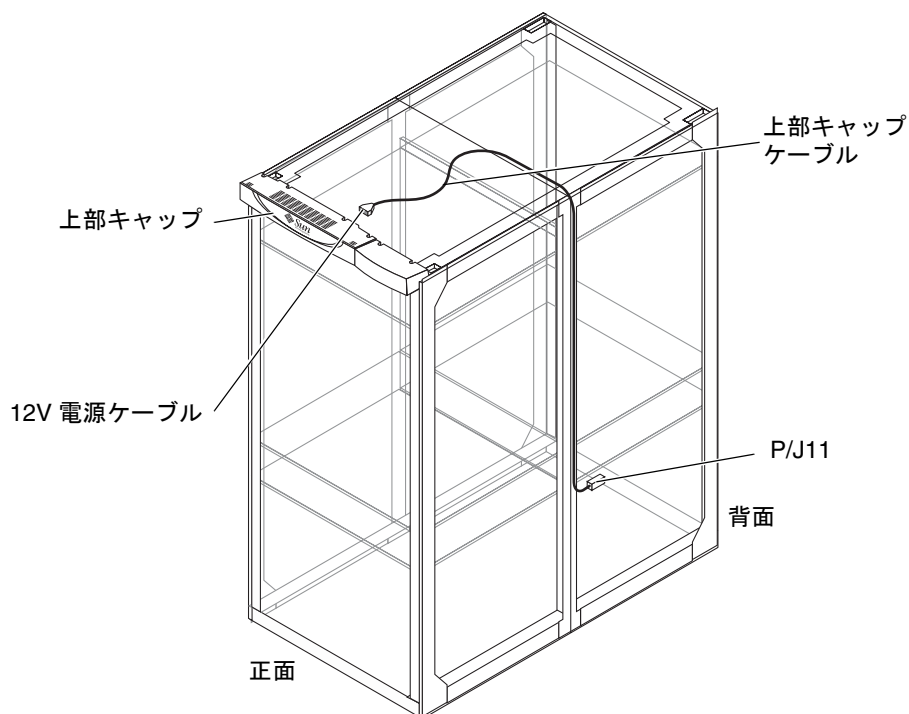

図 16-14 上部キャップケーブル
9. 外側のライトアングル型コネクタ (P/J11) を、シャーシの側面パネルから取り外します (図 16-14)。